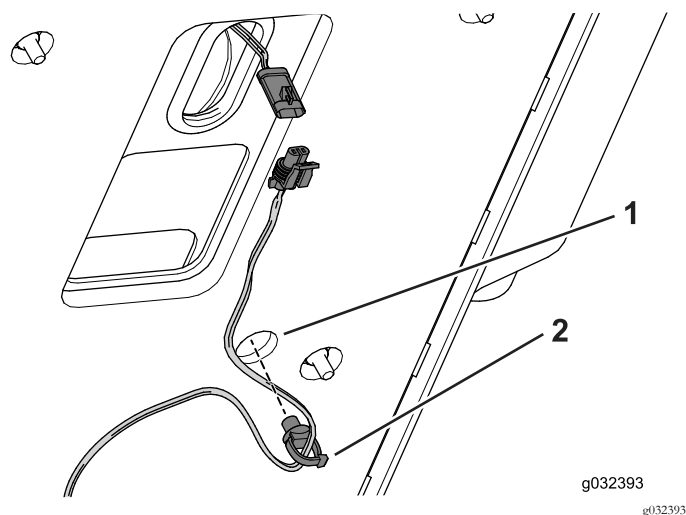

Figura 4
- Instale o clipe da cablagem na parte inferior da plataforma do banco (Figura 4).
- Ligue o interruptor do banco à cablagem (Figura 4).